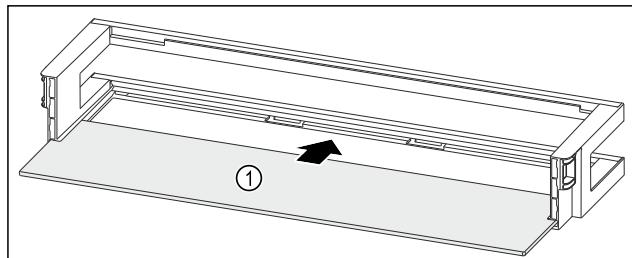

Fig. 90 Odkladací priestor vo dverách s odkladacou plochou
- Zasuňte odkladaciu plochu Fig. 90 (1) do bočných vybraní.